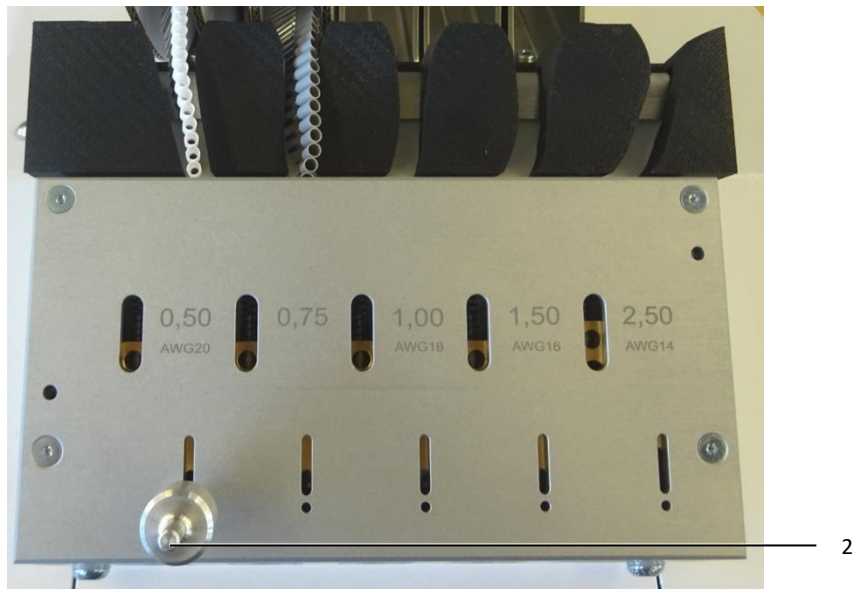

Fig. 9: Fikseringsstift nederst
- Sæt fikseringsstiften med den lille diameter ind foran i den nederste åbning (fig. 9, pos. 2) på transportenheden.